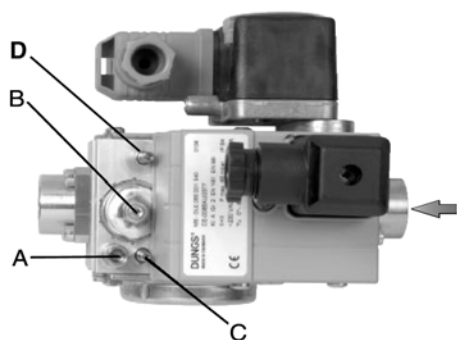

Рис. 8 - DUNGS MBC 65 - DLE
- отвинтить винт **A** (Рис. 8) на штуцере отбора давления и подсоединить манометр;
- установить на минимальное значение регулятор давления, поворачивая регулировочный винт **B** (Рис. 8) против часовой стрелки;
- отрегулировать пламя на фазе розжига, используя байпас **C** (см. Рис. 8 п.10). При вращении по часовой стрелке расход газа уменьшается, а против часовой стрелки - увеличивается. Рекомендуется не увеличивать сильно расход при розжиге, чтобы не влиять на эффективную работу стабилизатора **B** (Рис. 8).
Воздействовать на регулятор давления до тех пор, пока не получите желаемый расход, с помощью регулировочного винта **B** (Рис. 8): для увеличения расхода крутите винт по часовой стрелке, для его уменьшения - против часовой стрелки.
Регулировочный клапан **D** редуктора основного количества газа на заводе - изготовителе оставляется в полностью открытом состоянии: его положение не должно НИКОГДА изменяться! После выполнения всех настроек, закрутить стопорный винт **A** (Рис. 8) в отверстие для измерительного прибора. Регулировочный клапан **D** редуктора количества основного газа на заводе - изготовителе оставляется полностью открытым: его положение нельзя изменять. После выполнения всех регулировок завинтить полностью винт **A** (Рис. 8), имеющийся на штуцере для манометра..